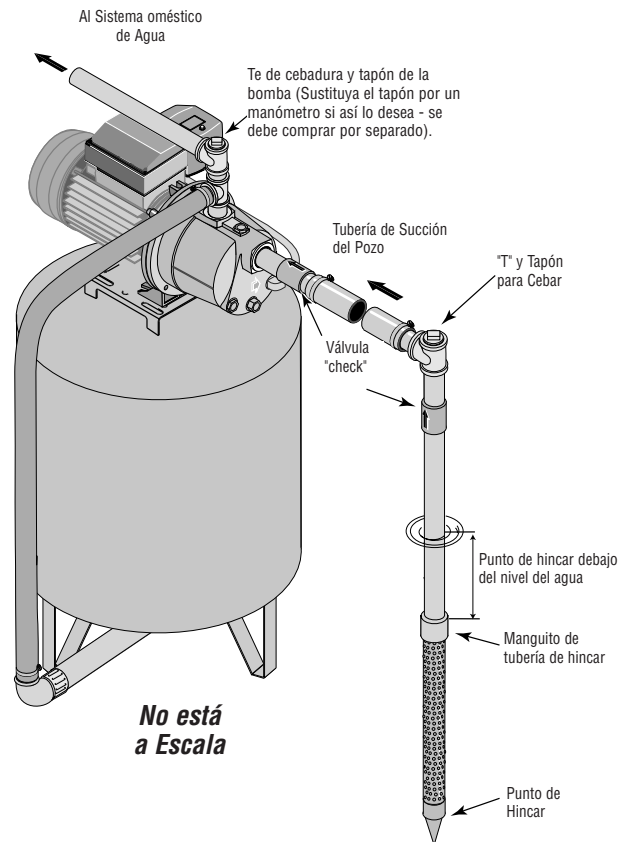

Figura 1 - Instalación del Punto de Hincar
INSTALACION DEL PUNTO DEL POZO (PUNTO DE HINCAR) (FIGURA 1)
3. Utilice el menor número de conexiones posible (especialmente codos) al conectar la tubería desde el punto del pozo al orificio de succión de la bomba. La tubería de succión debe ser por lo menos del mismo tamaño que el orificio de succión en la bomba (incluya una válvula "check" si su equipo no está equipado con una) - Vea la Figura 1.